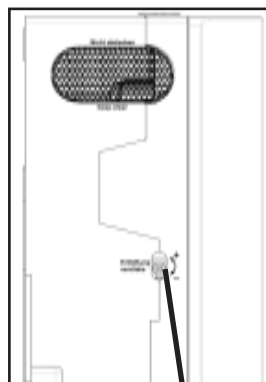

Bild 9
- Öppna i ca en minut med hjälp av medföljande hylsnyckel avluftningsventilen på pumpen. Skruva ca 2 varv, se bild 9: